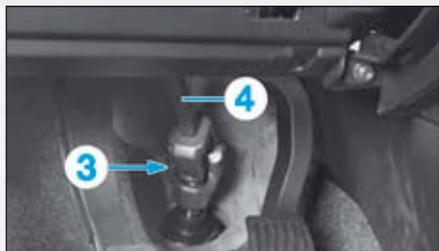
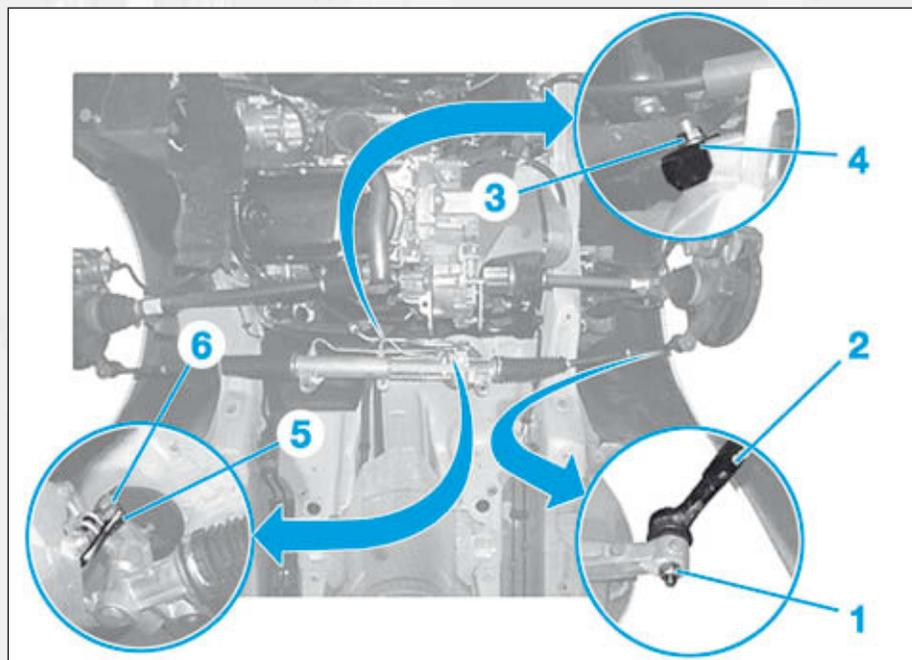

FIG.9
FIG.12
- la vis (3) (Fig.9).
- Désaccoupler l'arbre intermédiaire (4) du boîtier de direction.
- Déposer la vis (3) (Fig.9).
- Dévisser les écrous (1) des rotules de direction (2) de chaque côté (Fig.12).
- Déposer l'écrou (3).
- Faire pivoter la patte de maintien en (4).
- Débrancher les canalisations hydrauliques de la valve de distribution en (5) et (6).